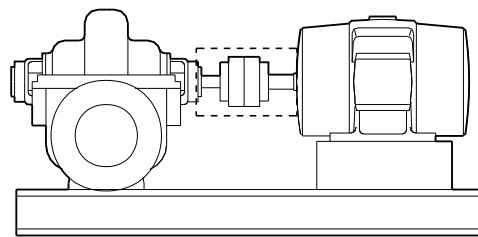

Рис. 4 Насос HS с электродвигателем и рамой-основанием
1. Насос с электродвигателем и рамой-основанием (см. рис. 4).